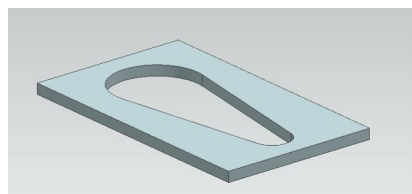
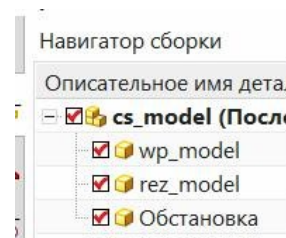
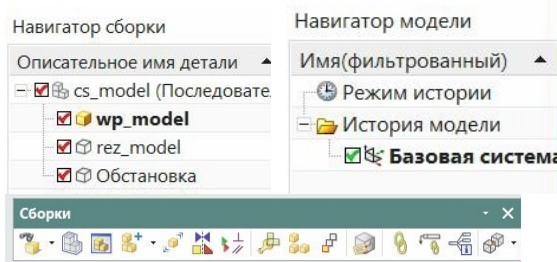
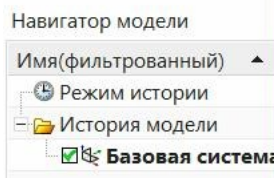

рис.1
рис.4
Рис.5
рис.6
- Представьте себе несложную деталь *обстановки* – пластину с вырезом (рис.1). Эту деталь обстановки мы будем считать *базовой*. Нам необходимо создать геометрическую модель *производной* детали - пробки для указанной пластины так, чтобы при изменении выреза в пластине форма нашей
- Файл **контрольной структуры** – **cs** файл (*control structure*). Вы можете рассматривать этот файл как некую сборку, в которой будут сохраняться все файлы, относящиеся к данному проекту (рис.4).
- Итог такой загрузки в НСб показан на рис.4. При этом в *рабочем поле* вы увидите только изображение детали обстановки (рис.1), потому что остальные файлы пока пустые.
- В полученной сборке (рис.4) сделайте *рабочей деталью* файл wp (рис.5). Обратите внимание на то, что при этом в *навигаторе модели* рабочей детали (файл wp) пока присутствует только базовая СК (рис.6).